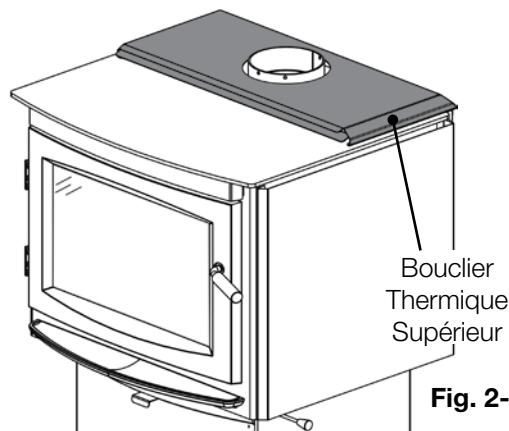

Fig. 2-3
* Le bouclier thermique supérieur (B.T.S) peut être retiré si on le désire (**Fig. 2-3**); cependant, cela augmentera les dégagements aux combustibles. **Veuillez lire attentivement le tableau.**
* Le bouclier thermique supérieur (B.T.S) peut être retiré si on le désire (**Fig. 2-3, page précédente**); cependant, cela augmentera les dégagements aux combustibles. **Veuillez lire attentivement le tableau.**